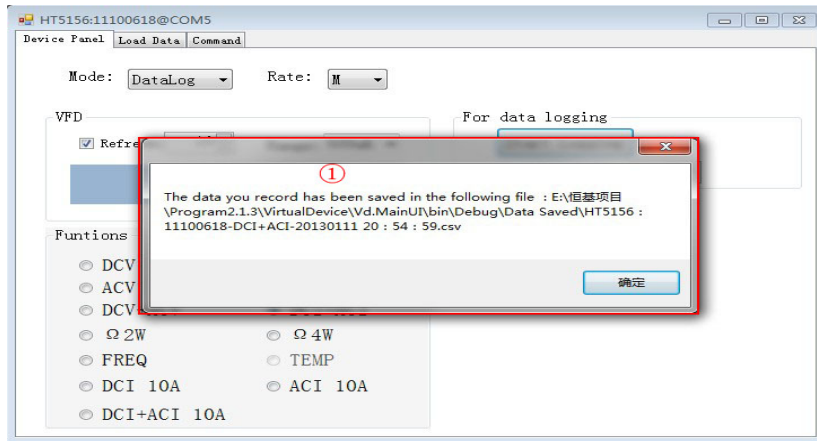

图 19
当点击“Stop and Save”按钮，则弹出图 19 标注①的提示框，提示记录文件的存储位置。若按默认位置安装软件，则记录文件在 C:\VdSetup\Data Saved 路径下。